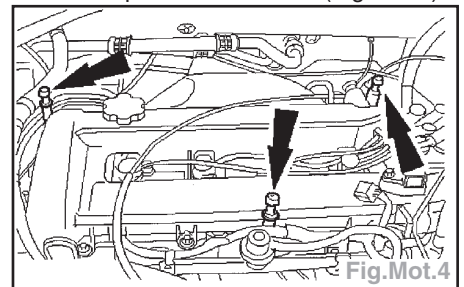

Fig.Mot.4
- Déposer les pattes de fixation de couvercle supérieur de moteur (Fig.Mot.4).